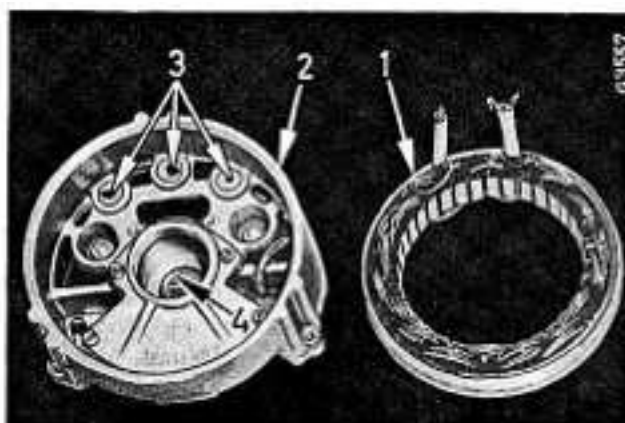

Bild 226
Ständer (1) Bild 226 auf Ölpapier ablegen, Ständerwicklungen vor Schlag und Stoß schützen.